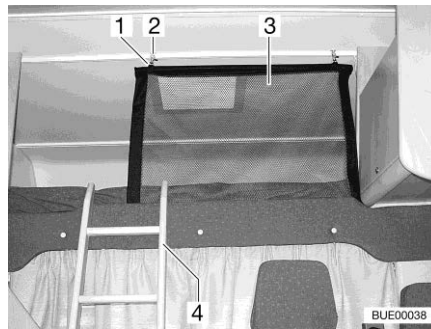
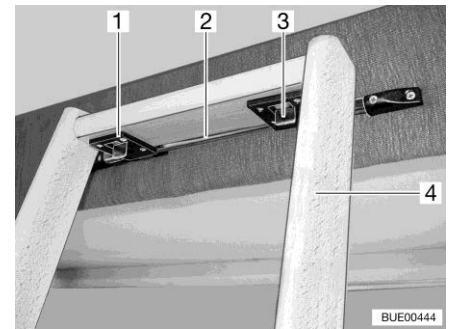

Bild 101 Alkovenbett
Bild 102 Aufstiegsleiter, Verriegelung
Zum Besteigen des Alkovenbetts die serienmäßig beigelegte Aufstiegsleiter (Bild 101,4 und Bild 102,4) benutzen.
- Die Leiter mit den beiden Haken (Bild 102,1) in die Stange (Bild 102,2) an der Alkovenblende einhängen.
- Die beiden Verriegelungen (Bild 102,3) nach vorne schieben.
Das Sicherungsnetz (Bild 101,3) ist serienmäßig zwischen Matratze und Lattenrost verstaut. Das Sicherungsnetz erst aufspannen, wenn sich die Personen bereits im Alkoven befinden.
- Die Halterung (Bild 101,1) in die Ösen an der Decke (Bild 101,2) einhängen.